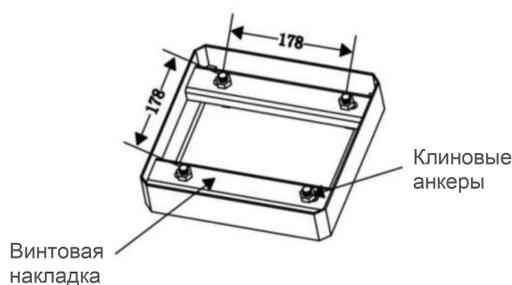

Рис. 2.2.
- Вставьте четыре клиновых анкера в отверстия, как показано на рис. 2.2.